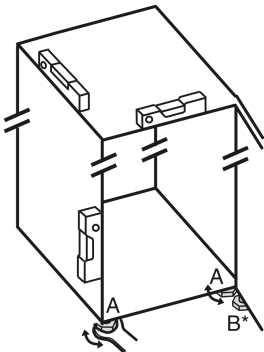

Fig. 27
- ▶ Выкрутите регулируемые опоры Fig. 27 (A) при помощи входящего в комплект поставки рожкового ключа и, используя уровень, выставьте устройство прочно и ровно по горизонтали.
- ▶ Выверните регулируемую опору Fig. 27 (B) на нижнем опорном кронштейне при помощи входящего в комплект поставки рожкового ключа до ее соприкосновения с полом.
- ▶ Поверните регулируемую опору Fig. 27 (B) еще на 90°.